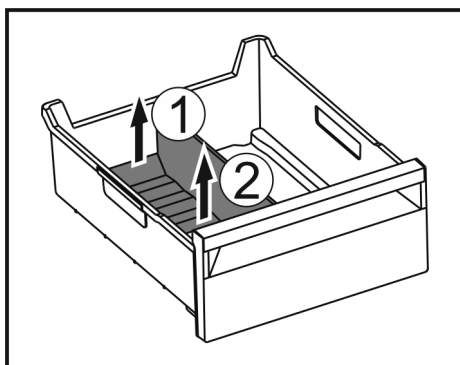

Fig. 116
- Achterste deel van de ijsvak-scheider optillen. Fig. 116 (1)
- Ijsvak-scheider er naar boven toe uitnemen. Fig. 116 (2)